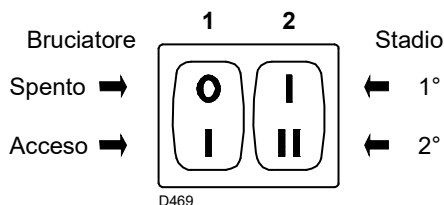

Fig. 19
- Avviare il bruciatore chiudendo i telecomandi e con l'interruttore 1)(Fig. 19) in posizione "ACCESO". La pompa deve girare nel senso della freccia riportata sul coperchio.
- Fermare il bruciatore: interruttore 1)(Fig. 19) in posizione "SPENTO" ed avvitare la vite 3).